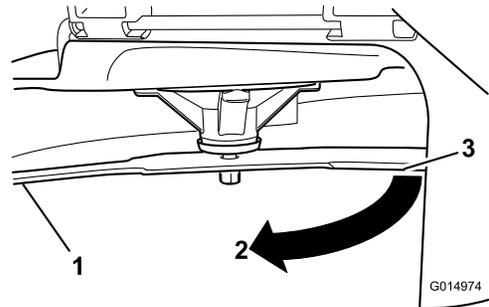

Figura 55
4. Gire la misma cuchilla 180 grados de manera que el otro extremo esté en la misma posición (Figura 55).